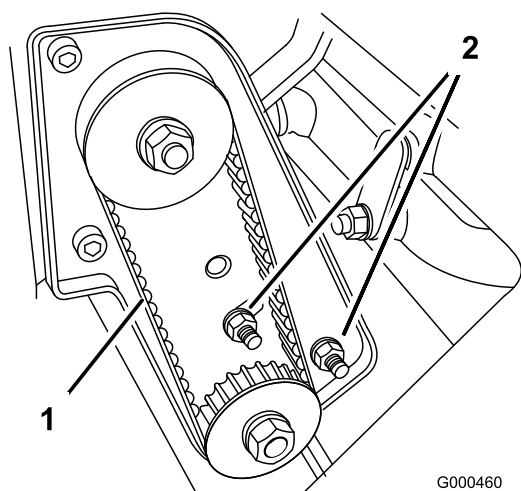

Figura 36
- A. Desaperte as porcas de montagem da caixa de mancal (Figura 36).
C. Mantendo o ajuste da chave de aperto, aperte as porcas de montagem da caixa de mancal (Figura 36). Não aperte demasiado a correia.